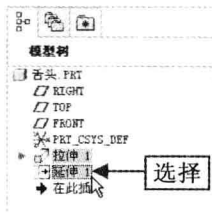

图 9-14 选择相应选项
Step 02 按住【Ctrl】键的同时，在模型树中依次选择“拉伸 1”和“延伸 1”选项，如图 9-14 所示。